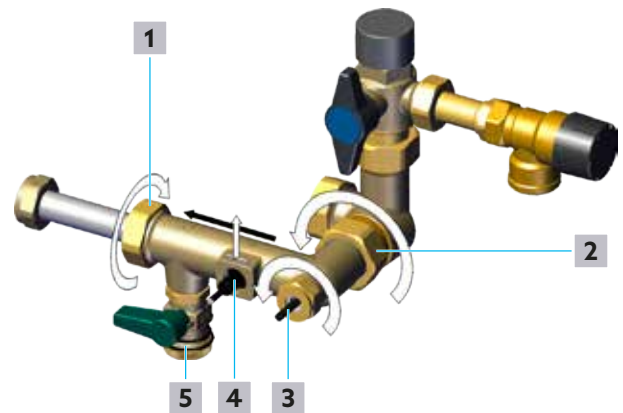

Abb. 5: Messturbine reinigen
- 8 Lösen Sie die Klammer des Volumenstromsensors (Position **4** in Abb. 5 auf Seite 7) und legen Sie diese beiseite.
- 9 Lösen Sie die Überwurfmutter des Temperatursensors Trinkwasser kalt/Zirkulation S3 (Position **3** in Abb. 5 auf Seite 7).
- 10 Ziehen Sie den Volumenstromsensor Trinkwasserkreis (Position **4** in Abb. 5 auf Seite 7) und den Temperatursensor Trinkwasser kalt/Zirkulation S3 (Position **3** in Abb. 5 auf Seite 7) vorsichtig aus der Armatur.
- 12 Lösen Sie die Überwurfmutter Trinkwasser-Vorlauf (Position **2** in Abb. 5 auf Seite 7) mit einem Maulschlüssel SW 38.
- 13 Lösen Sie die Überwurfmutter Wärmeübertragerseite (Position **1** in Abb. 5 auf Seite 7) mit einem Maulschlüssel SW 37.
- 3 Lösen Sie die Klammer des Volumenstromsensors (Position 4 in Abb. 5 auf Seite 7) und legen Sie diese beiseite.